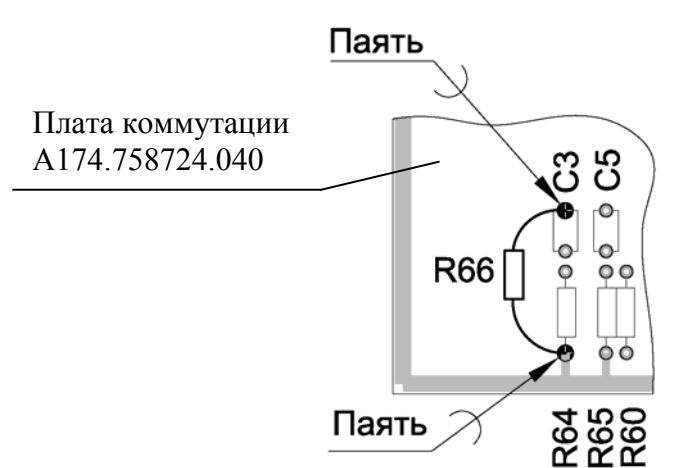

Рисунок 1.1 Установка резистора R66
1.3. На стороне установки элементов печатной блока БА-ТП11 установите резистор R66 следующим образом. Обрежьте выводы резистора R66 так, чтобы оставшаяся длина вывода была в пределах 10-15 мм. Сформируйте выводы резистора R66 в соответствии с рисунком 1.1. Один вывод резистора R66 внахлест припаяйте на печатную площадку рядом с выводом конденсатора С3, а второй вывод резистора R66 припаяйте внахлест на печатную площадку рядом с выводом резистора R64 (см. рисунок 1.1).